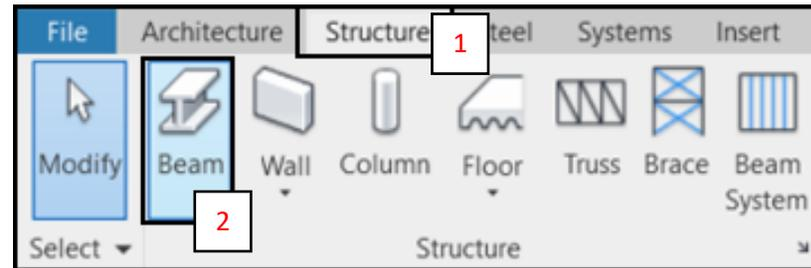

Fig. 20
- A. Ir a la *Ficha Structure* (1) > **Structure** > **Beam** (2). (*Fig. 20*)